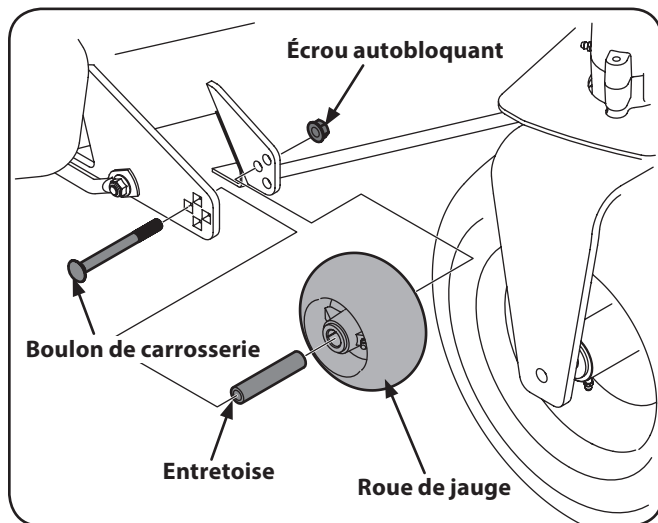

Figure 6-6
2. Retirez l'écrou autobloquant et le boulon de carrosserie qui fixent la roue avant et l'entretoise au plateau de coupe. Retirez la roue et le boulon de carrosserie. Voir Figure 6-6.